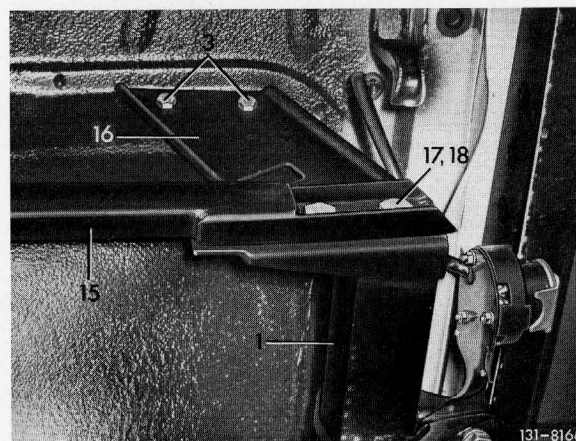

Bild 7
11 Seitenteil (15) und Stützblech (16) mit den Tellerfedern (18) und den Schrauben (17) an den Querträger (1) anschrauben (Bild 7).
23 Stützblech (16) so ausrichten, daß die Oberkante am Kofferraumboden ansteht bzw. parallel verläuft. Anschließend Schrauben (17) festziehen (Bild 7).
24 Die vorhandenen Löcher oben im Stützblech (16) als Schablone verwenden und die Löcher für die Schrauben (3) anzeichnen und ankörnen. Anschließend die angekörnten Löcher innen vom Kofferraum aus mit 9 mm Durchmesser bohren (Bild 7 und 8).
25 Stützblech (16) mit der Gegenlasche (19) und den Teilen (3, 4 und 20) an der Ersatzradmulde festschrauben (Bild 7 und 8).
33 In den Halter für die Steckdose die Gummitülle (27) einsetzen. Dann den Zusatzleitungssatz (26) durch die Gummitülle (27) ziehen (Bild 7).